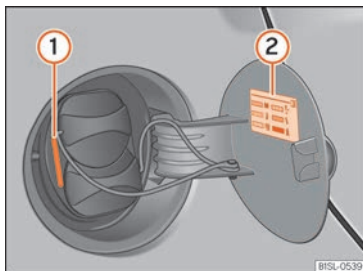

Fig. 155 Sous la trappe de la prise de charge de la batterie : indicateur de la mise en charge ① et information sur l'autocollant ②.
L'indicateur de progression du rechargement est un voyant lumineux (LED) situé à côté de la prise de charge » fig. 155 ① qui indique l'état de la charge. Les différentes indications » fig. 156 sont expliquées sur un autocollant.